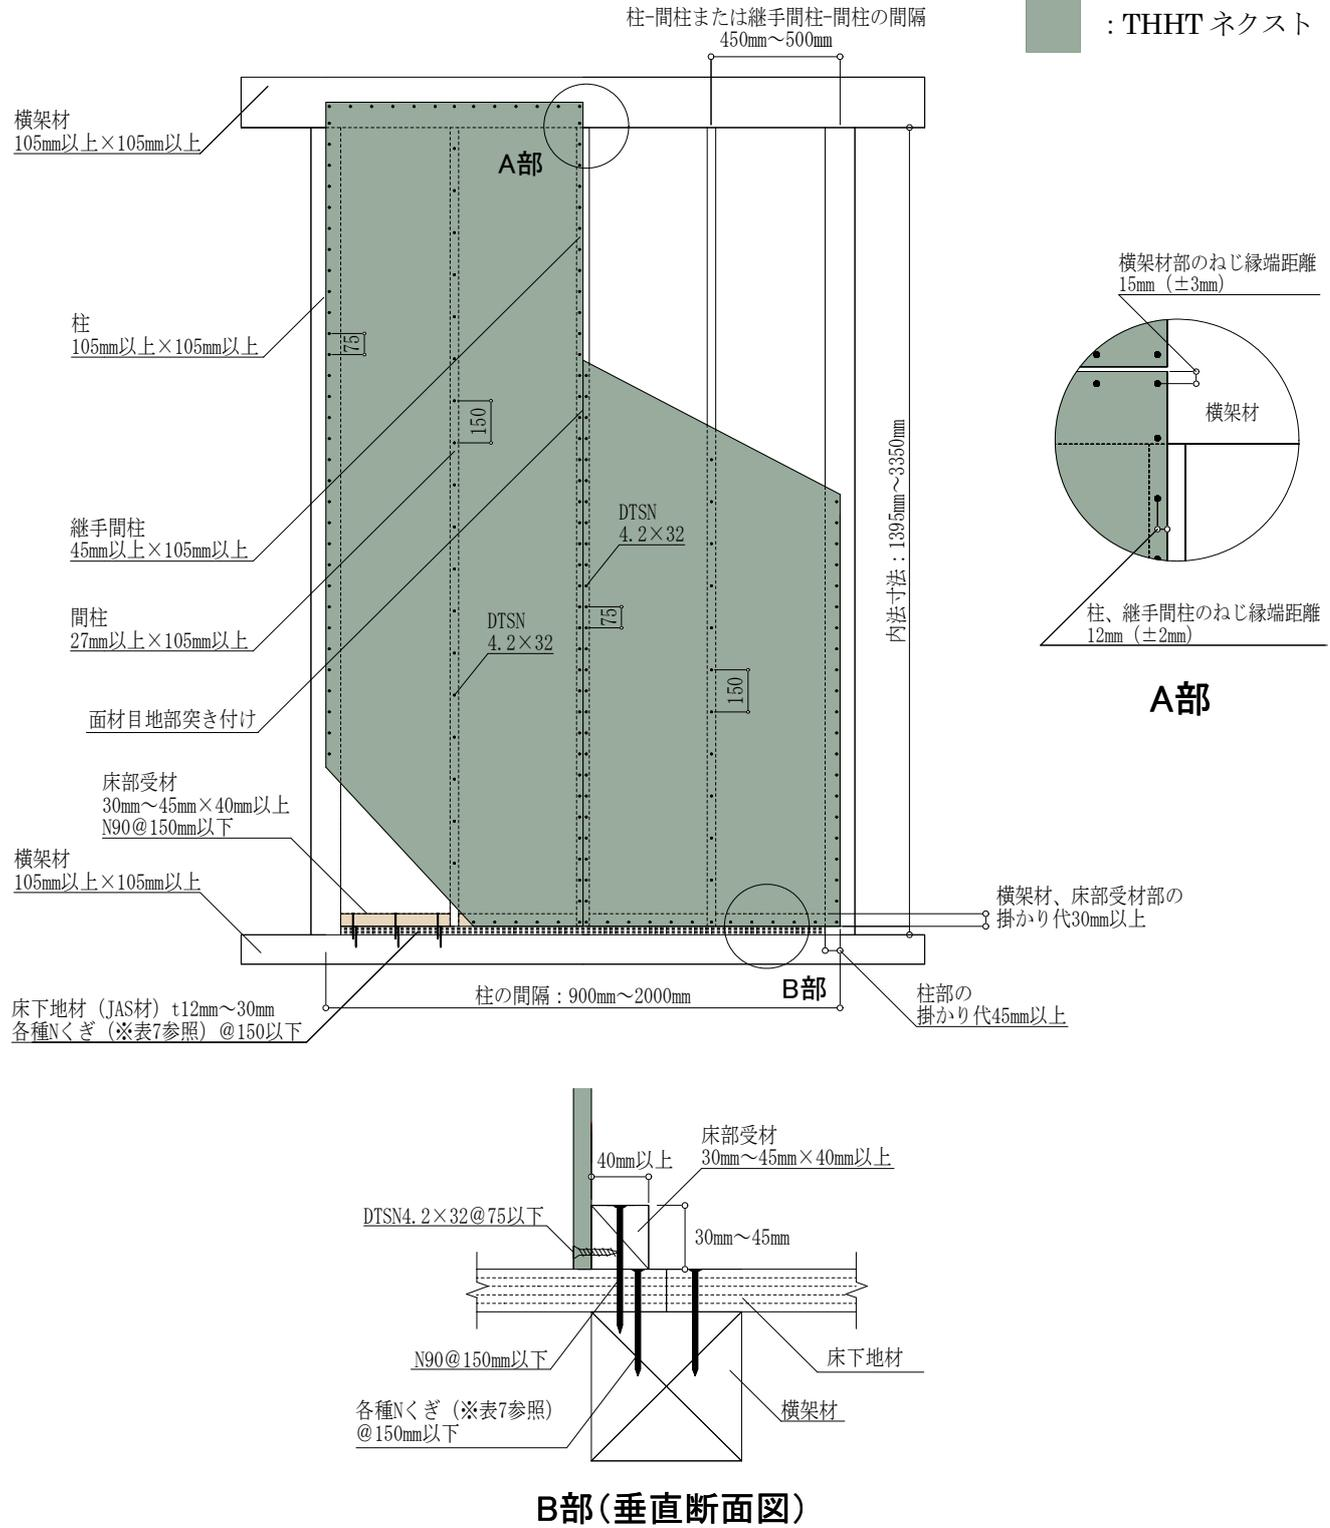

図6 床勝ち仕様 (FRM-0737 : 3.0 倍) 施工概略図 (2P の場合)
施工においては、図6および注意事項に記載の内容を遵守してください。
- THHT ネクストは、原則 1 枚張りとし、縦継ぎ張りについては、P30「⑦縦継ぎ張りについて」をご確認ください。
- 図 6 は 2P の施工例となっておりますが、1P の場合も耐力壁とできます。